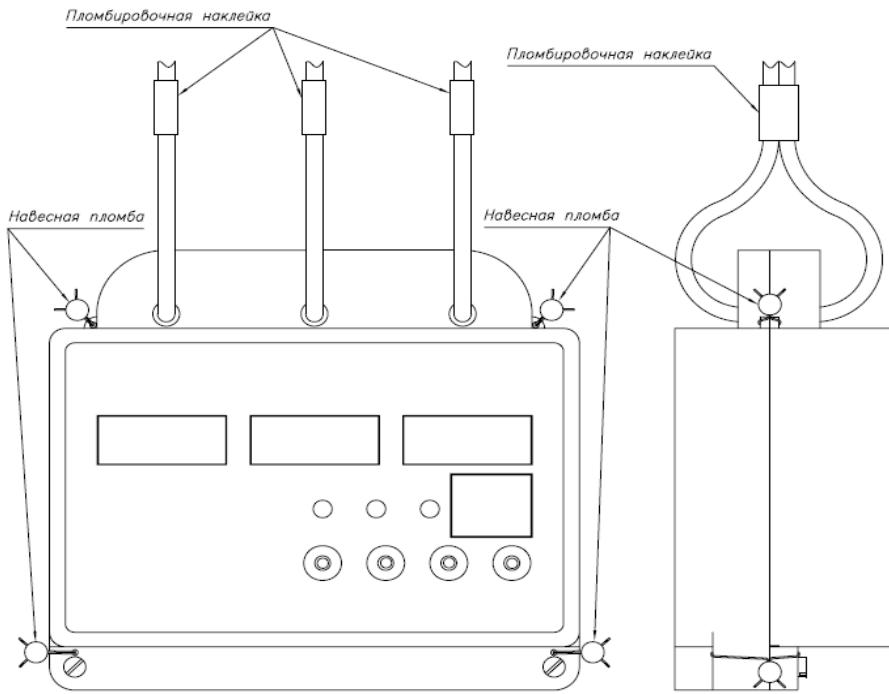

Рисунок 3 – Пломбирование LPW-305 с креплением на DIN-рейке
4.3.3 Защитная крышка, закрывающая клеммную колодку, пломбируется надзорной службой электроконтроля после осуществления всех необходимых подключений при помощи пломбировочной проволоки, отверстия для которой находятся в нижней левой и правой частях корпуса LPW-305 (см. рисунок 3). Способ крепления пломбы и положение пломбировочной проволоки должны исключать её попадание в зону контактов клеммной колодки.
4.3.4 Провода токовых входов пломбируются надзорной службой электроконтроля специальной пломбировочной лентой на месте установки LPW-305 (см. рисунок 3).